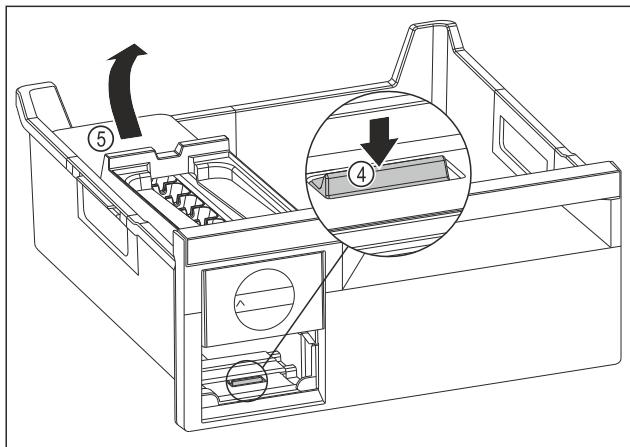

Fig. 141
- Retirer le corps de l'EasyTwist-Ice : Avec le doigt, pousser la languette Fig. 141 (4) vers le bas tout en soulevant de l'autre main le corps de l'EasyTwist-Ice Fig. 141 (5) depuis l'arrière.